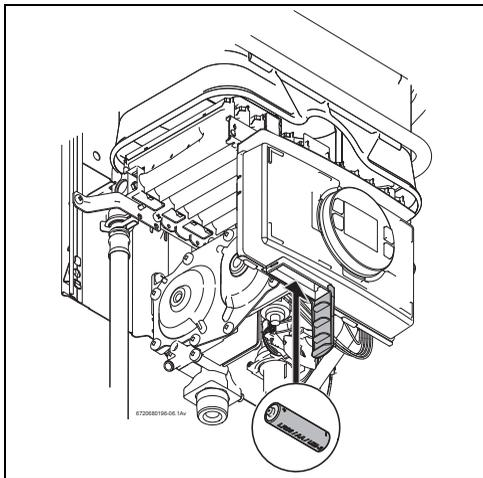

Fig. 22 Compartimento de la pila
- ▶ Introducir la pila de 1.5 V (→Fig. 22) - suministrada con el aparato.